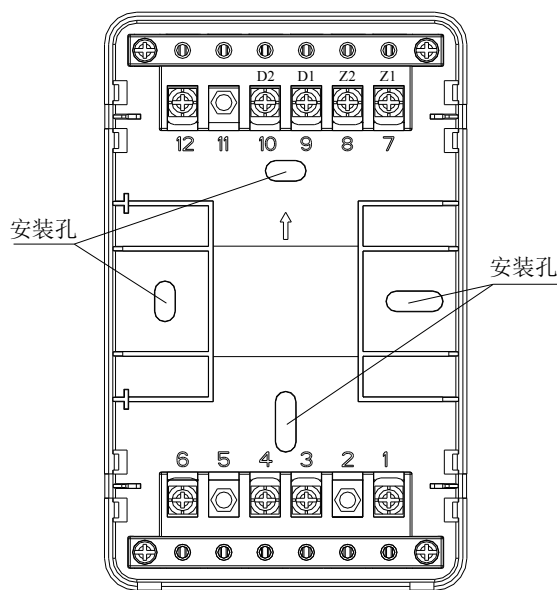

图 1-25
- (1) 声光警报器采用壁挂式安装, 在普通高度空间下, 以距顶棚 0.2m 处为宜。
- (2) 声光警报器与底壳之间采用插接方式。
- (3) 安装底壳时应注意方向, 底壳示意图如图 1-25 所示。